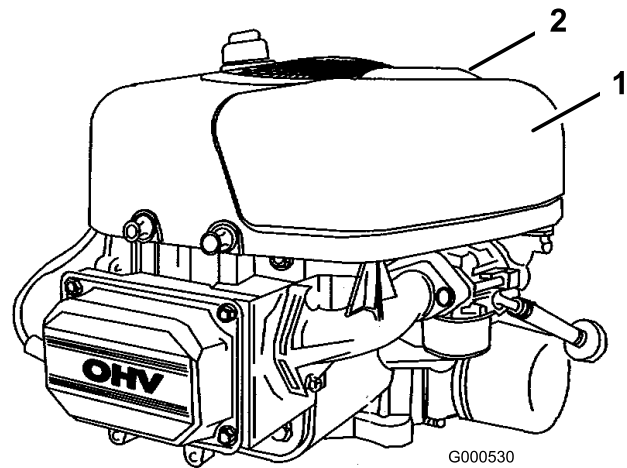

Bild 21
3. Reinigen Sie den Bereich um den Luftfilter herum, um zu verhindern, dass Schmutz in den Motor fällt und Schäden verursacht. Ziehen Sie den Griff an der Luftfilterabdeckung hoch und drehen Sie ihn in Richtung des Motors (Bild 21). Entfernen Sie die Luftfilterabdeckung.